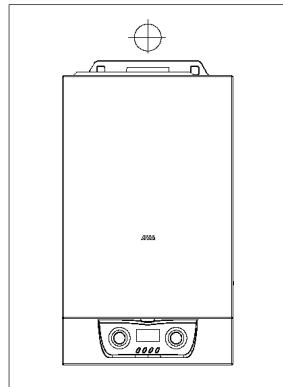

Рис. 12
- e) далее котел навесьте на подвесную панель (рис. 12)